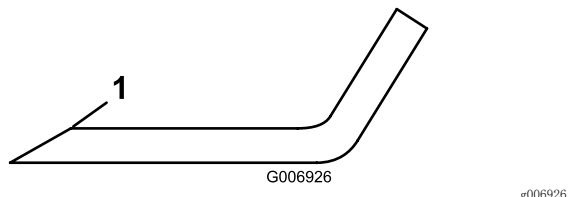

图 75
4. 检查所有刀片的刀刃，如果刀刃变钝或出现裂口，应打磨刀刃的边缘，保持最初的切割角度，以保证锋利度（图 75）。